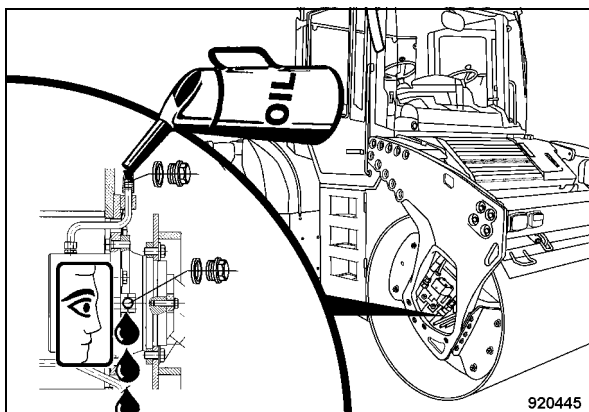

Fig. 160
- Rabboccare olio attraverso il foro di riempimento fino a quando arriva al bordo inferiore del foro di controllo (Fig. 160).